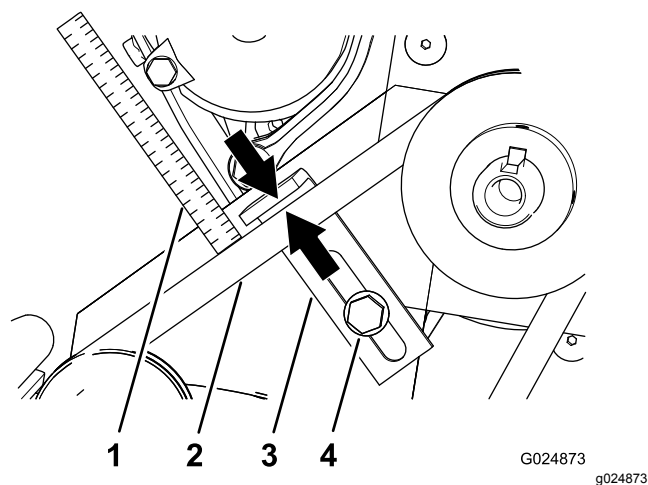

Figure 26
**Remarque:** Si l'écartement est supérieur ou inférieur à 6 mm (  $\frac{1}{4}$  po), réglez le guide de courroie (Figure 26); voir Réglage du guide des courroies \(page 21\).
2. Mesurez l'écartement entre la courroie et le guide de courroie (Figure 26).
1. Desserrez le boulon à embase hexagonale qui fixe le guide de courroie à la plaque du moteur (Figure 26).
2. Tout en maintenant le haut du guide parallèle à la courroie, rapprochez ou éloignez le guide de la courroie jusqu'à ce que l'écartement spécifié soit obtenu (Figure 26).
3. Resserrez le boulon à embase hexagonale qui fixe le guide de courroie à la plaque du moteur (Figure 26).